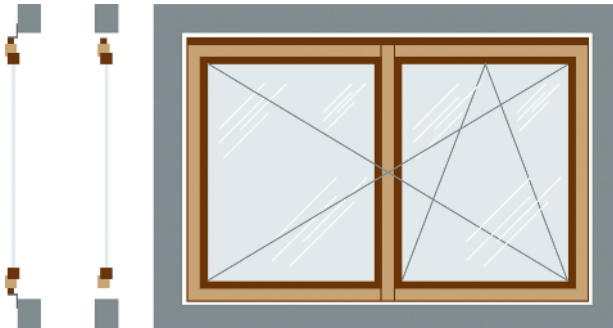

Bild 1.2 Fenster in einer Fassadenöffnung bzw. vor der Fassade
- Fenster in einer Fassadenöffnung bzw. vor der Fassade (Bild 1.2)